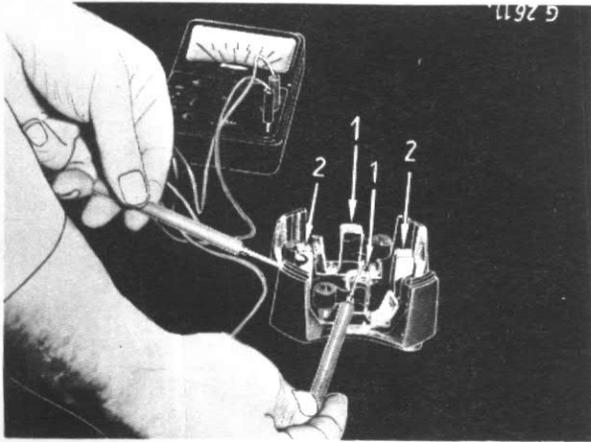

Figure 25
Montez un ohmmètre ou une lampe témoin de 40 V c. a. entre chacun des deux porte-balais isolés (1), fig. 25 situés sur le support côté collecteur et le support lui-même.